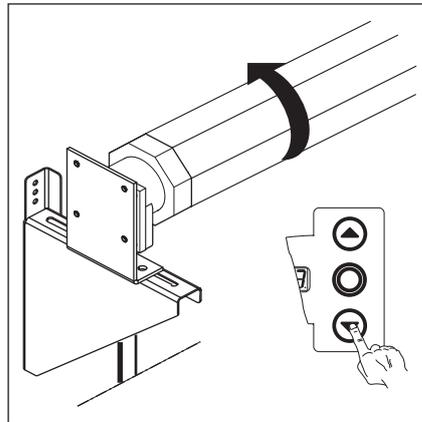

Abb. 6-34: Wickelwelle in Richtung *Tor-Zu* fahren, bis der Endschalter den Motor abschaltet
4. Wickelwelle im Totmannbetrieb in Richtung *Tor-Zu* fahren, bis der Endschalter *Tor-Zu* den Antrieb stoppt (siehe Abb. 6-34).